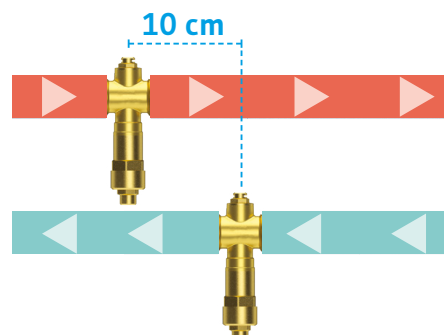

Fig. 5
- Il est recommandé d'installer les soupapes antigel sur les conduites de refoulement et de retour, à une distance d'au moins 10 cm l'une de l'autre (cf. Fig. 5).